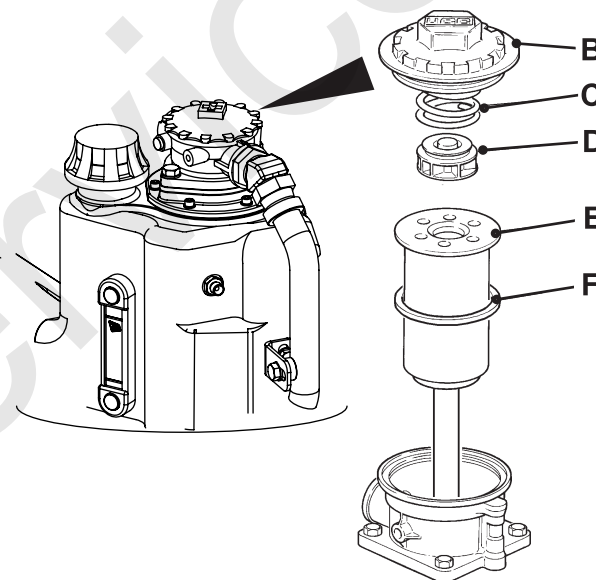

Fig 95.
- 2 Unscrew cap **B** and spring **C**. ⇒ Fig 95. \(□ 244\).